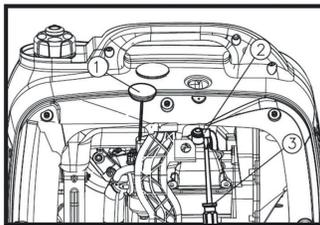
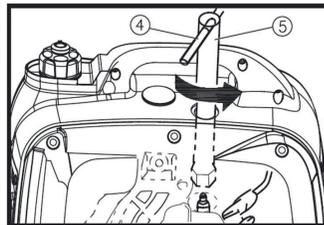

Рис. 23
Рис. 24
- Снимите заглушку 1 (Рис. 23), открыв отверстие для свечного ключа 5 (Рис. 24).